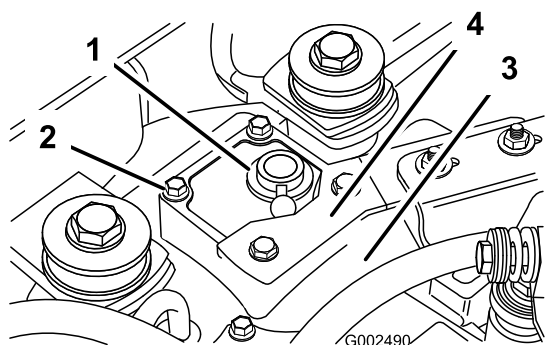

Figura 5
1. Togliete i quattro bulloni che fissano il carter sulla sede del transaxle (Figura 5). Togliete la staffa del silenziatore.